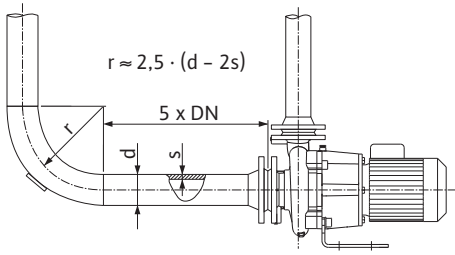
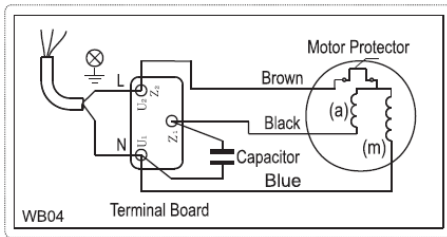

Fig. 4: Pompadan önce ve pompadan sonra sönümlenme hattı
Fig. 5: Alternatif akım bağlantısı
- Elektrik şebekesi bağlantısı P₂ motor gücüne, şebeke gerilimine ve açma türüne bağlıdır. Klemens kutusundaki bağlantı köprüleri için gerekli devreleme, aşağıdaki tablo ile Fig. 4 ve Fig. 5'e göre gerçekleştirilmelidir.